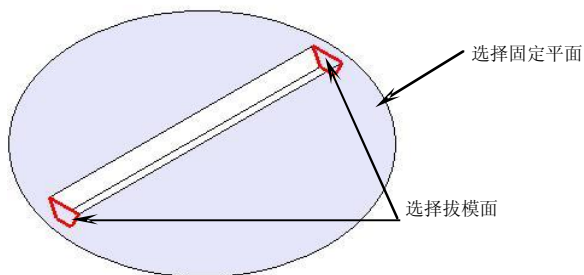
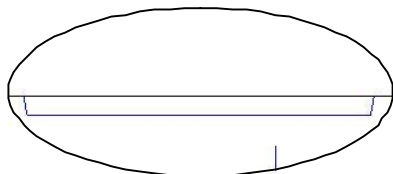

图7-89
图7-90
36. 使用【拔模角】功能，选择如图 7-89 所示的固定平面和拔模面，创建拔模角度为 10 的拔模特征，结果如图 7-90 所示。